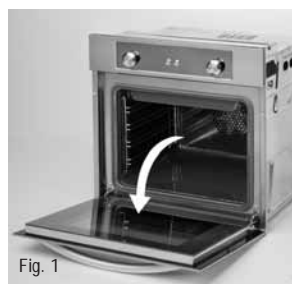

Fig. 1
1. Aprire completamente la porta del forno (vedere fig. 1).